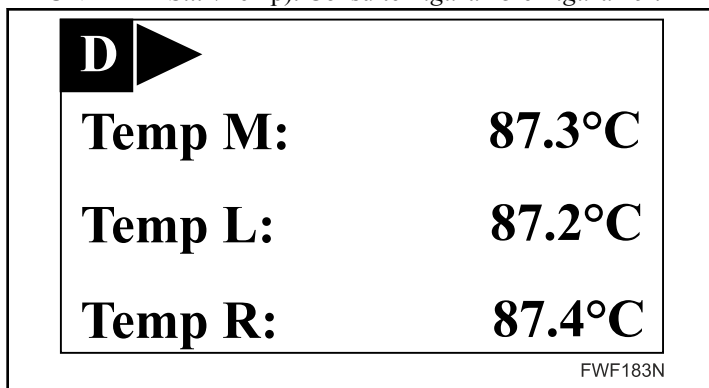
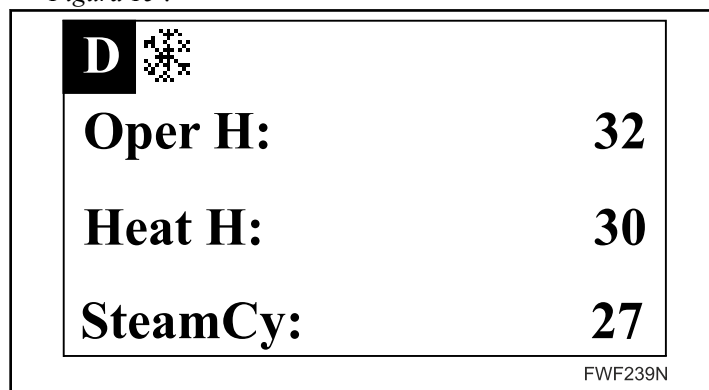

Figura 13
Figura 15
- A visualização em °C ou °F depende da definição indicada em "Install Menu \ UNITS... \ Temp" (Menu de instalação \ UNIDADES... \ Temp). Consulte *Figura 13* e *Figura 15*.
- A segunda página de diagnóstico apresenta informações estatísticas sobre: o número de horas de funcionamento da máquina, número de horas quando foi ativado o processo de aquecimento e número de ciclos de aquecimento a vapor. O parâmetro de ciclo de aquecimento a vapor é apenas exibido em máquinas configuradas para aquecimento a vapor. Consulte *Figura 15*.